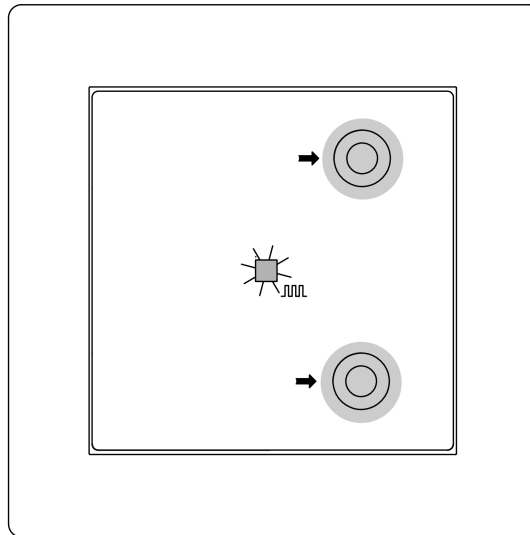
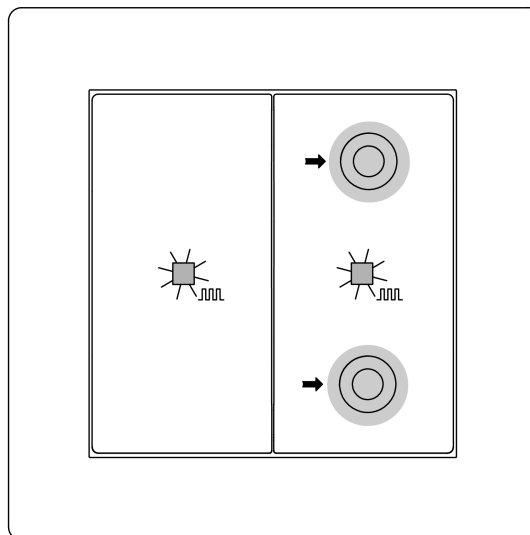

Imagen 5: Activación del modo de programación (simple)
Imagen 6: Activación del modo de programación (doble)
Programar la dirección física y el programa de aplicación simple (Imagen 5) y doble (Imagen 6)
- Activar el modo de programación: mantener pulsadas simultáneamente las teclas superior derecha e inferior derecha durante más de 4 segundos con simple (Imagen 5) y doble (Imagen 6).